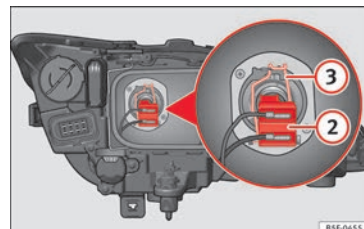

Abb. 103 Abblendlicht
- Ziehen Sie den Stecker » Abb. 103 ② von der Lampe ab.
- Nehmen Sie die Haltefeder » Abb. 103 ③ durch Eindrücken und Rechtsdrehung ab.